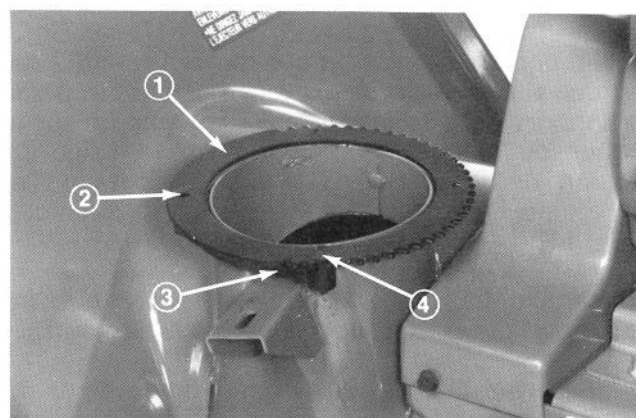

Figure 8
1. Tournez l'anneau de retenue pour que les dents se trouvent du côté gauche de la machine (Fig. 8). Ensuite, enlevez trois vis taraudeuses du dessus de l'anneau de retenue, mais n'enlevez pas la vis près de l'inscription "TOP" sur l'anneau de retenue.
2. Les deux pièces de retenue en arc de cercle, faites de plastique ont une fente et retiennent l'éjecteur. Laissez donc ces pièces de retenue en place (Fig. 8).
3. Déplacez l'extrémité opposée de la pièce de retenue sous l'anneau de retenue de façon que les trous de montage s'alignent et que la fente de la pièce de retenue corresponde au collet au sommet de l'ouverture d'éjection (Fig. 8).